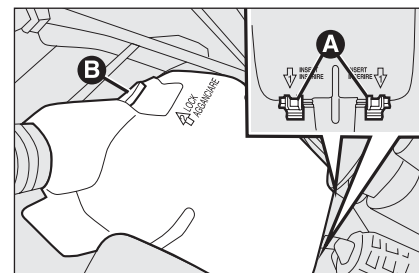

fig. 51
- ☐ introduzca ambos enganches **A**-fig. 51 en los alojamientos correspondientes ubicados en la caja de fusibles;